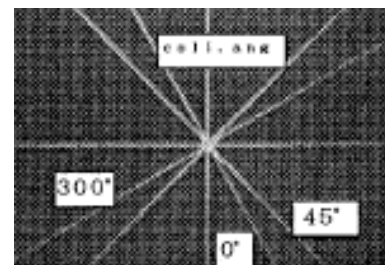

Fig.2
- (2) SAD100 cm にて寝台上にフィルムを置く
(3) 絞り装置の角度を 0° 、 45° 、 300° で X 線多重照射し誤差を写真上で測定する (Fig.2)